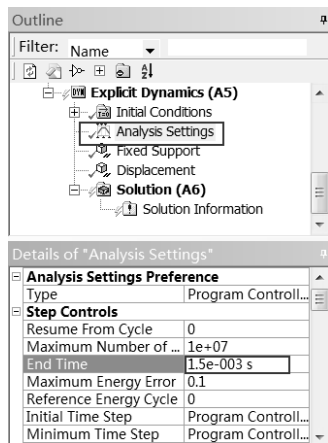

图 11-59 求解 (1)
Step7: 选择 Outline (分析树) 中的 Explicit Dynamics (A5) Analysis Settings 命令, 如图 11-59 所示, 在 Details of “Analysis Settings” 面板的 End Time 中输入截止时间为 1.5e-003s。